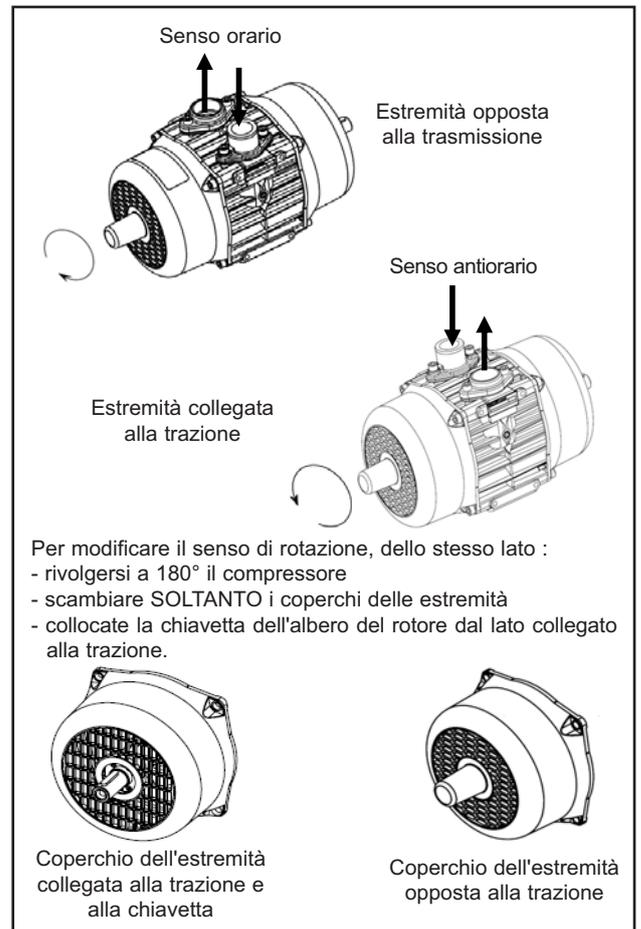

Figura 2
2. La trazione può essere collegata a un lato o all'altro del compressore ma l'albero di trazione DEVE essere sempre posizionato orizzontalmente nell'intervallo tra $\pm 5^\circ$; vedi figura 2.